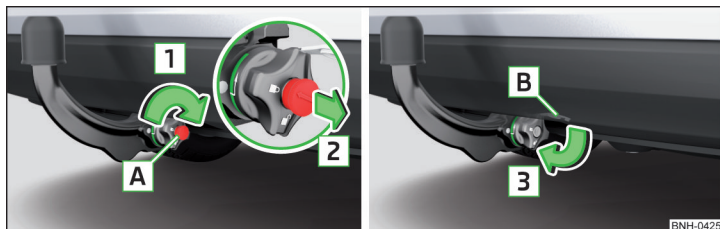

Abb. 142 Schloss verriegeln und Schlüssel abziehen / Kappe auf das Schloss stecken
- Den Schlüssel **A** in Pfeilrichtung **1** drehen, sodass der Pfeil am Schlüssel zum Symbol **B** » Abb. 142 zeigt.